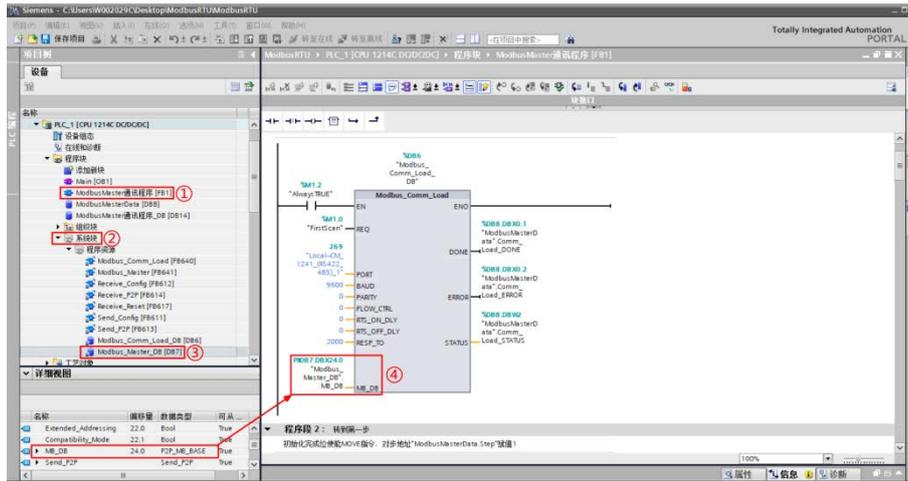

图 4.3 为 Modbus\_Comm\_Load 指令指定端口
- 3) 首先要为【Modbus\_Comm\_Load】指令指定端口, 即该指令是针对哪个点对点模块进行参数化的。在硬件配置中, 每个硬件均有一个硬件标识符, 通过拖拽的方式, 将 Modbus 主站接口的硬件标识符拖至【Modbus\_Comm\_Load】指令的【Port】接口参数处, 如图 4.3 所示。